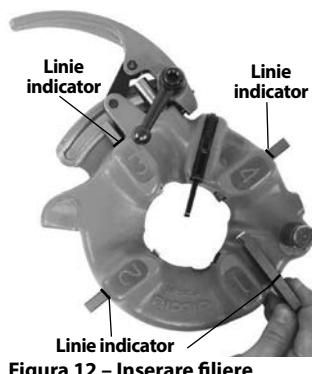

Figura 12 – Inserare filiere
6. Inserați cuțitele-filieră corespunzătoare în capul-filieră, cu marginea numerotată în sus, până când linia indicatorului este la nivel cu muchia capului-filieră (vezi Figura 12). Numerele de pe cuțitele filieră trebuie să corespundă cu cele de pe fantele capului filieră. Întotdeauna schimbați cuțitele-filieră ca seturi – nu amestecați cuțitele-filieră din diferite seturi.